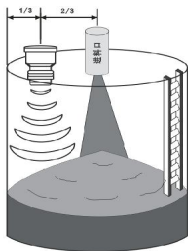
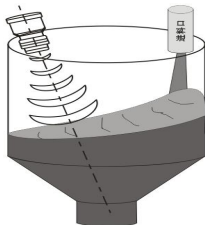

图 6 固体物料
图 7 锥形下料
(5) 在固体物料测量中探头需典型安装于距离侧壁 1/3 容器壁到中心进料口间距离。当物料堆积时将形成一个锥面。图 6、图 7 所示的探头安装位置将给出一个平均物位的读数，这个平均物位为当物料堆平的情况下的物位高度。这对于锥形的堆积或是卸料时出现的凹形堆积面都是正确的。